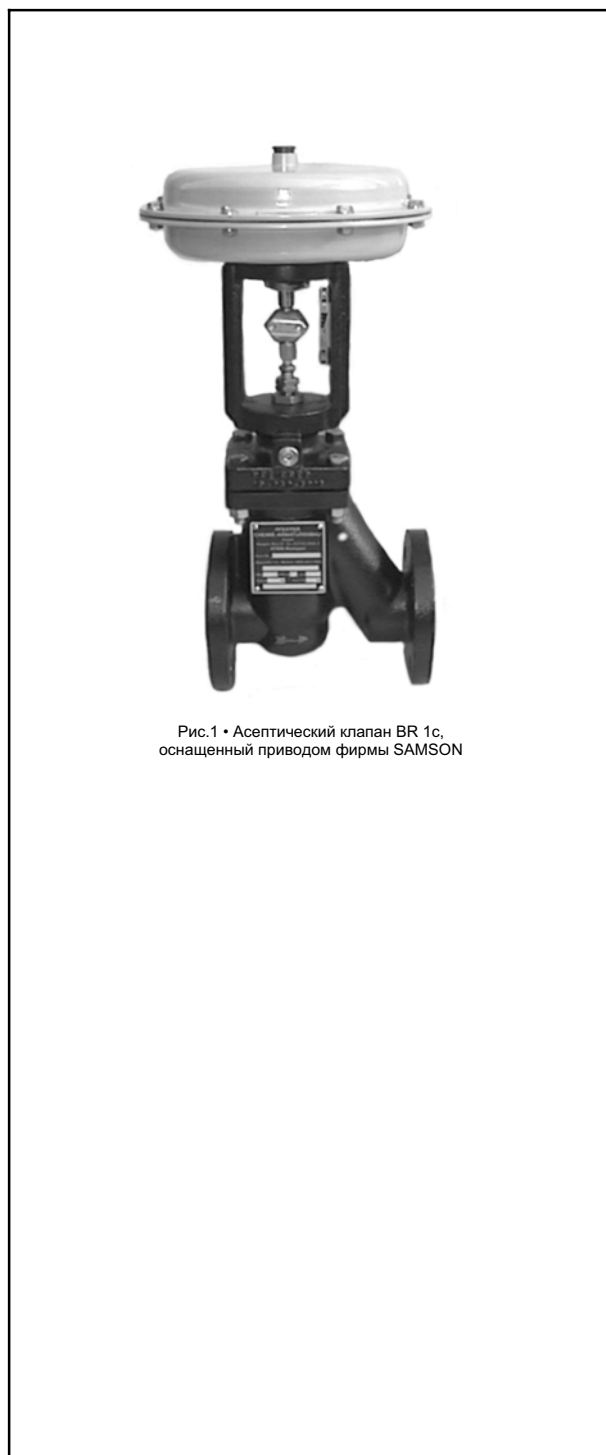

Рис.1 • Асептический клапан BR 1c, оснащенный приводом фирмы SAMSON
- пневматическим приводом SAMSON, см. рис.1,